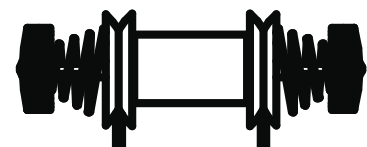

Abbildung 2-3
1. Das Garn vom Führungsloch nach unten zwischen die Vorspannscheiben ziehen (siehe Abb. 2-3).